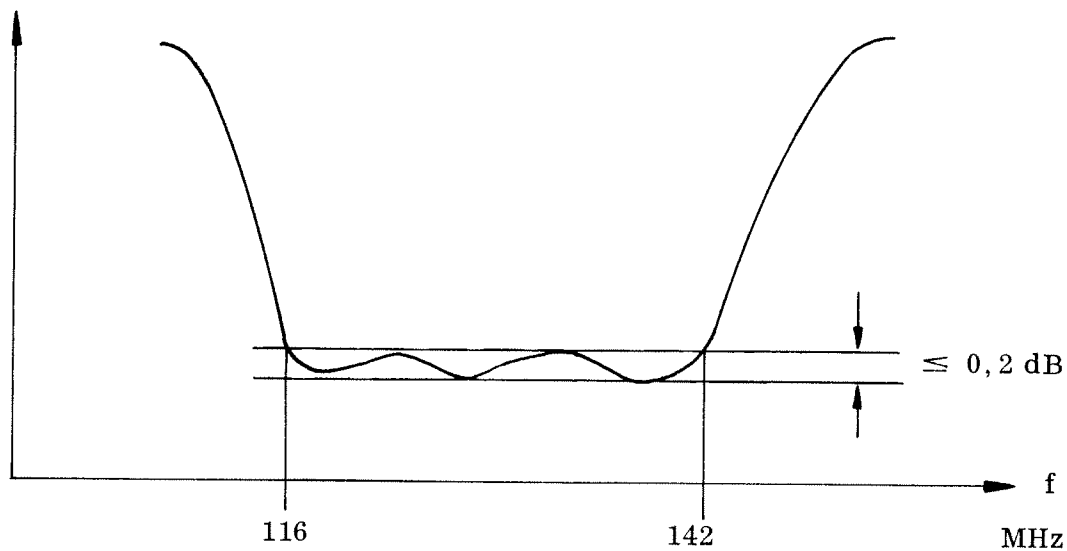

Bild 20
- 4.4.2.14 Öka svepbredden. Kontrollera att en kurva enligt bild 20 erhålls.